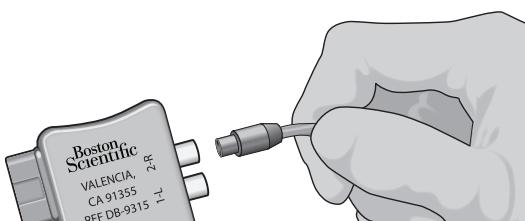

Figura 9: Collegamento del cavo per sala operatoria 1x8 allo stimolatore di prova esterno 2 e all'adattatore ETS
4. Collegare il cavo per sala operatoria con l'estensione alla presa dell'adattatore ETS con etichettatura "1-L" (Figura 9). Se si utilizzano due elettrocateleti DBS, collegare l'elettrocatetere DBS sinistro alla presa "1-L" e l'elettrocatetere DBS destro alla presa "2-R".